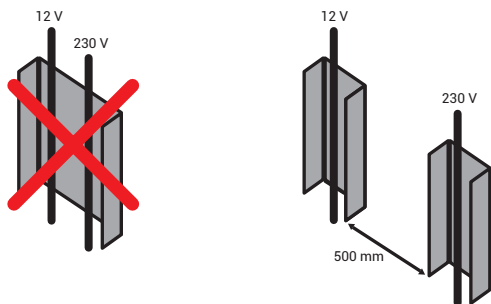

Figura 3.3.2 - Boas práticas para calhas de passagem de cabos.
- Quando os cabos de comando não possuem a isolação adequada, coloque-os em eletrocalhas separadas e com no mínimo 500 mm de distância, como na figura 3.3.2.